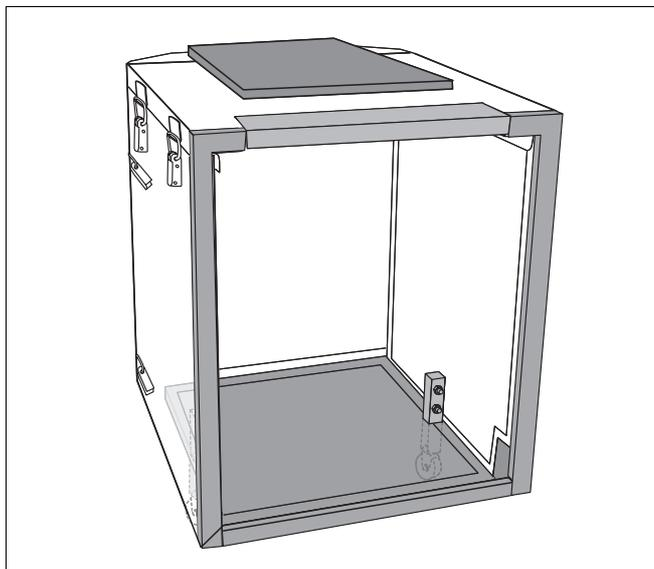

Рис. 16 Приклеивание пенопластовых полос
- Оклейте контактные поверхности с котлом, как показано на рис. 16.